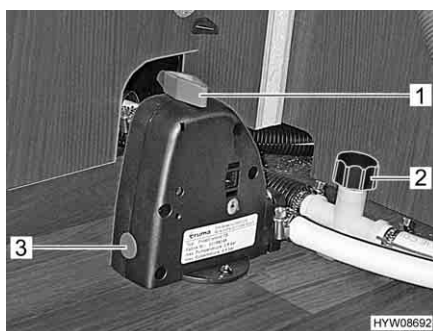

Fig. 88 Valvola di sicurezza/di scarico e rubinetti di scarico
- Chiudere la valvola di sicurezza/di scarico (Truma). A tal fine ruotare la manopola (Fig. 88,1) verticalmente rispetto alla valvola di sicurezza/di scarico e premere verso l'interno il bottone automatico (Fig. 88,3). Con temperature inferiori a 6 °C non è possibile chiudere la valvola di sicurezza/di scarico.
- Chiudere i rubinetti di scarico (Fig. 88,2). Chiudere i coperchi in senso orario oppure posizionare la leva a bilanciere in posizione orizzontale. L'ubicazione delle valvole di sicurezza/di scarico e dei rubinetti di scarico è riportata al paragrafo "Posizione dei rubinetti di scarico delle valvole di sicurezza/di scarico", alla fine di questo capitolo.
- Aprire i rubinetti di scarico (Fig. 88,2). A questo scopo, ruotare il coperchio in senso antiorario o posizionare verticalmente la leva a bilanciere.
- Aprire la valvola di sicurezza/di scarico (Truma). A tal fine ruotare la manopola (Fig. 88,1) nel senso della lunghezza della valvola di sicurezza/di scarico.